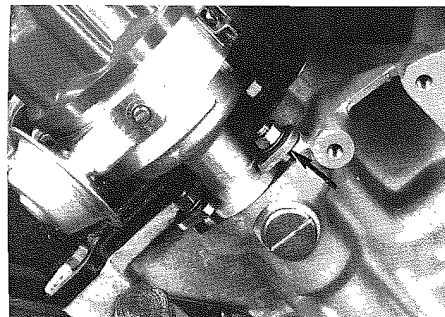

Fig. 76 - Staffa di fissaggio
- Smontare la staffa di fissaggio ed estrarre lo spinterogeno (**Fig. 76**).
- Remove fixing rod and take out distributor (**Fig. 76**).